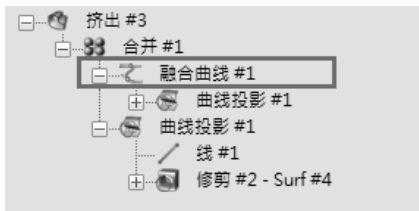

图 5-102 观察坐垫结构树
1) 在透视图图中, 选中座椅坐垫部分, 观察其结构树, 如图 5-102 所示。从结构树中可以看出, 该对象受多个源对象影响。这里选中其中的“融合曲线#1”。